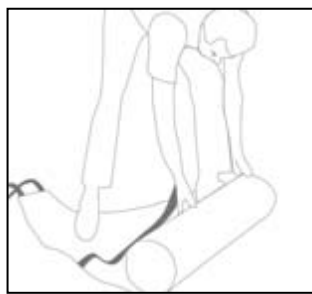

Fig. 3
- Sbloccare tutte le cinture e srotolare completamente la barella, tenendo salda a terra con un piede un'estremità del piano d'appoggio (fig. 3).